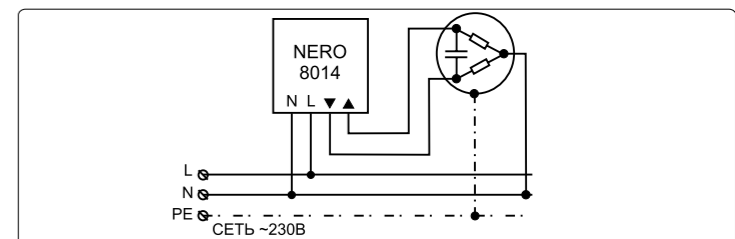

Рисунок 1. Схема подключения Nero 8014
- Ознакомиться со стандартной схемой подключения (см. рис. 1).
- Подключить синий (голубой) провод электропривода с помощью дополнительного клеммного соединителя «нейтраль» питающей сети (см. рис. 1).
- Подключить провод направления «ВВЕРХ» электропривода к контакту ▲ устройства (см. рис. 1).
- Подключить провод направления «ВНИЗ» электропривода к контакту ▼ устройства (см. рис. 1).
- Подключить к контакту «N» устройства «нейтраль» питающей сети ~230 В (см. рис. 1).
- Подключить к контакту «L» устройства «фазу» питающей сети ~230 В (см. рис. 1).